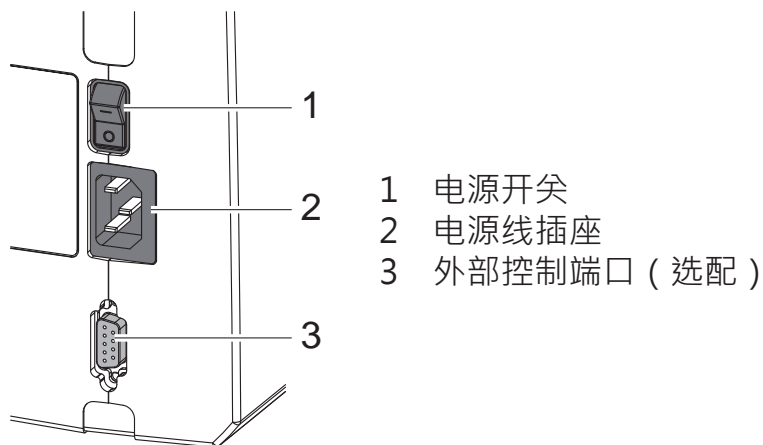

图 3 连接接口
2. 以 9pin Sub-D 接头连接此端口到外部控制系统 (图3里的3)：
- ▶ 开启机器电源 (图3里的1)，绿色 LED (2) 会亮灯，第一张标签会自动进纸到剥离位置，当该卷标停在剥离位置时，绿色 LED 会闪烁；
▶ 开启机器电源 (图3里的1)